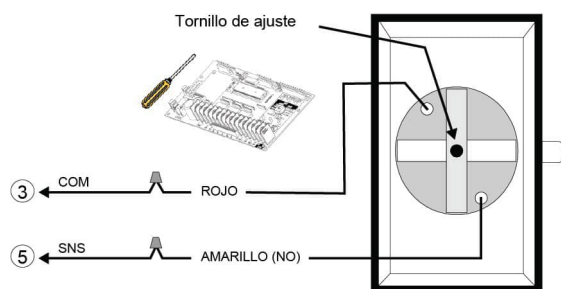
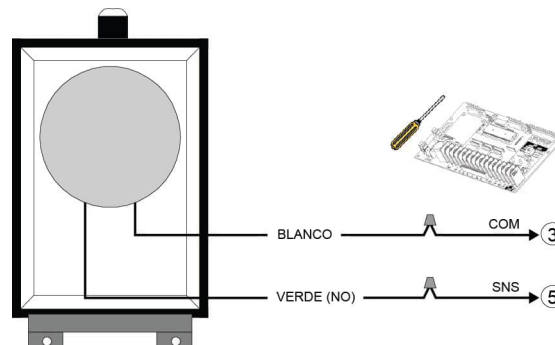

Figura 34 - AIRSWITCH 001 / 007
Figura 35 - AIRSWITCH 009 / 018
3. Utilizar un cable en espiral o carrete de recogida para conectar el interruptor de aire a los terminales del operador. Instalar los cables eléctricos de acuerdo con la Figura 34 o la Figura 35.